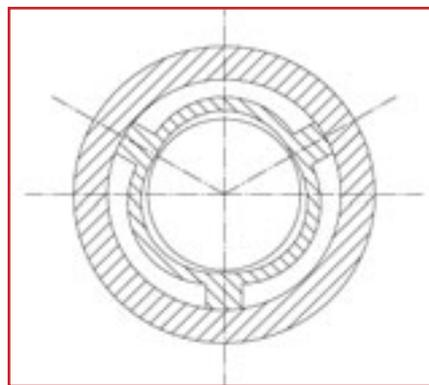
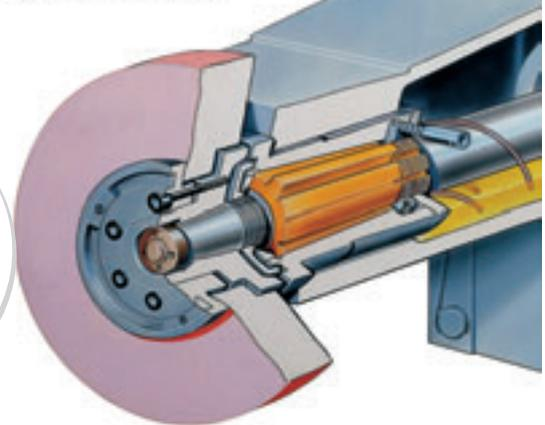
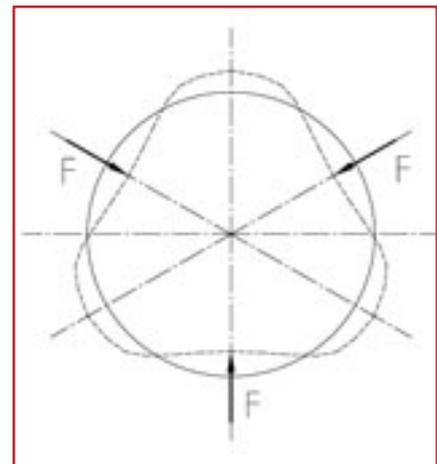
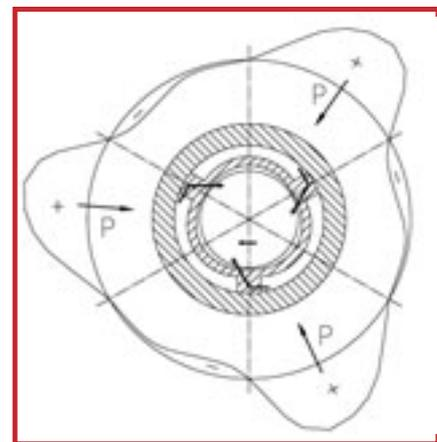

Figura 2 - Sezione del cuscinetto Mackensen, fuori scala per accentuare i tre lobi a 120°
Figura 1 - Spaccato di un cuscinetto Mackensen utilizzato su una rettificatrice tangenziale Delta
Figura 5 - Schematizzazione della bronza per il calcolo della deformata
Figura 6 - Distribuzioni delle pressioni senza carico
mandrini delle rettificatrici per piani, per esterni e senza centri, permettendo di ottenere finiture superficiali e tolleranze dimensionali e geometriche molto ristrette. Il cuscinetto Mackensen, da molti anni usato sul mandrino delle rettificatrici tangenziali Delta (Figura 1), diversamente dal Filmatic, non è dotato di pattini orientabili, ma è costituito da una boccola liscia, in genere di bronzo speciale, avente all'esterno tre nervature leggermente coniche, disposte a 120°. Tale boccola (o bronzina) viene montata in una bussola, di norma di ghisa, dotata della stessa conicità, in modo che, spostando assialmente la bronzina mediante il filetto di cui è dotata, essa si deforma creando tre superfici (o lobi) a 120° (Figura 2) che, come vedremo, ne caratterizzano il funzionamento idrodinamico. In particolare, lo spostamento assiale della boccola all'interno della bussola è dovuto a un sistema 'vite senza fine ruota elicoidale' che agisce sul filetto della bronzina, consentendo una regolazione micrometrica del gioco.
Torniamo ora al cuscinetto Mackensen di Figura 1, da cui eravamo partiti, e ricordiamo che, spostando assialmente la bronzina nella bussola, si generano per deformazione elastica tre superfici di laminazione dell'olio disposte a 120° e costituenti tre lobi (Figura 2). Il calcolo della deformata della bronzina e, quindi, dello spessore del meato d'olio può essere fatto ricorrendo al metodo degli elementi finiti oppure riducendo la bronzina a un anello di sezione uniforme (Figura 5) soggetto a tre forze concentrate in corrispondenza delle tre nervature, ottenendo un struttura iperstatica staticamente determinata che può essere studiata con i metodi tipici della scienza delle costruzioni. Senza entrare nel dettaglio di tale calcolo, che non è indispensabile per le considerazioni di tipo qualitativo che faremo, avremo, intuitivamente, un meato d'olio con andamento variabile tra un valore minimo in corrispondenza delle nervature e uno massimo in posizione mediana tra due nervature successive, ottenendo quelle condizioni di geometria indispensabili per la lubrificazione idrodinamica. La rotazione del mandrino determina la distribuzione di pressioni rappresentata in Figura 6, dove a un tratto di meato di spessore decrescente nel senso del moto corrisponde una distribuzione di pressione positiva, mentre a un tratto di meato di spessore crescente nel senso del moto corrisponde una distribuzione di
pressione negativa. In particolare, è bene dire che la pressione può scendere al di sotto del valore zero (pressione atmosferica) di non più di $0,2 \div 0,3$ bar e il contributo del tratto a pressione negativa è del tutto trascurabile nel calcolo della risultante P delle pressioni di ogni singolo lobo. Si ottiene così un sistema (staticamente determinato) in cui le risultanti P delle pressioni nei tre meati si equilibrano mutuamente con l'effetto di mantenere il mandrino geometricamente centrato. Bisogna, inoltre, sottolineare che il cuscinetto si comporta come una vera e propria macchina idraulica, poiché, posizionando i fori di aspirazione in modo opportuno (Figura 6), il tratto di meato in cui si genera una leggera depressione funziona da pompa, aspirando l'olio che, laminato nel cuscinetto, crea, pressurizzandosi, un meato portante che determina l'effetto autocentrante descritto. Nel caso in cui vi sia un carico applicato sul mandrino (Figura 7), dovuto per esempio alla forza di taglio (F) della mola di una rettificatrice, il suo spostamento porterà a una ridistribuzione delle pressioni nei tre lobi, le cui forze di reazione risultanti (P_1, P_2, P_3), non più uguali in tale caso, andranno a contrastare il cedimento del mandrino, determinando la rigidità che è tipica di questo cuscinetto.